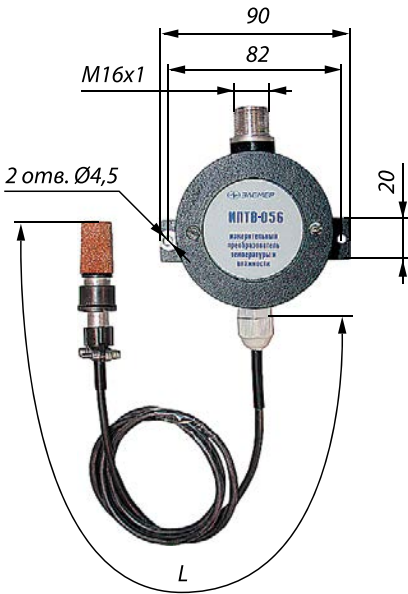

Рисунок 2
Длина рабочей части для ИПТВ (рис. 2, 3) (L), мм: 100*, 160, 200, 250, 320, 400, 500, 630, 800, 1000.